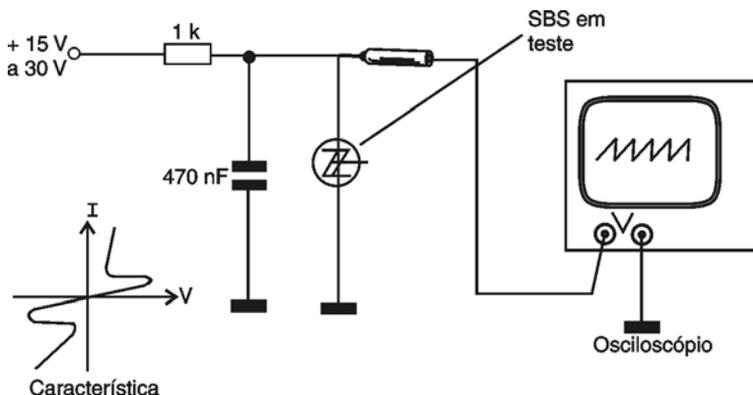

Figura 16
Uma prova mais completa com o levantamento das características do componente pode ser obtida com a ajuda do circuito mostrado na figura 16.
a) Monte o circuito de prova da figura 16 e ajuste o circuito para oscilar.